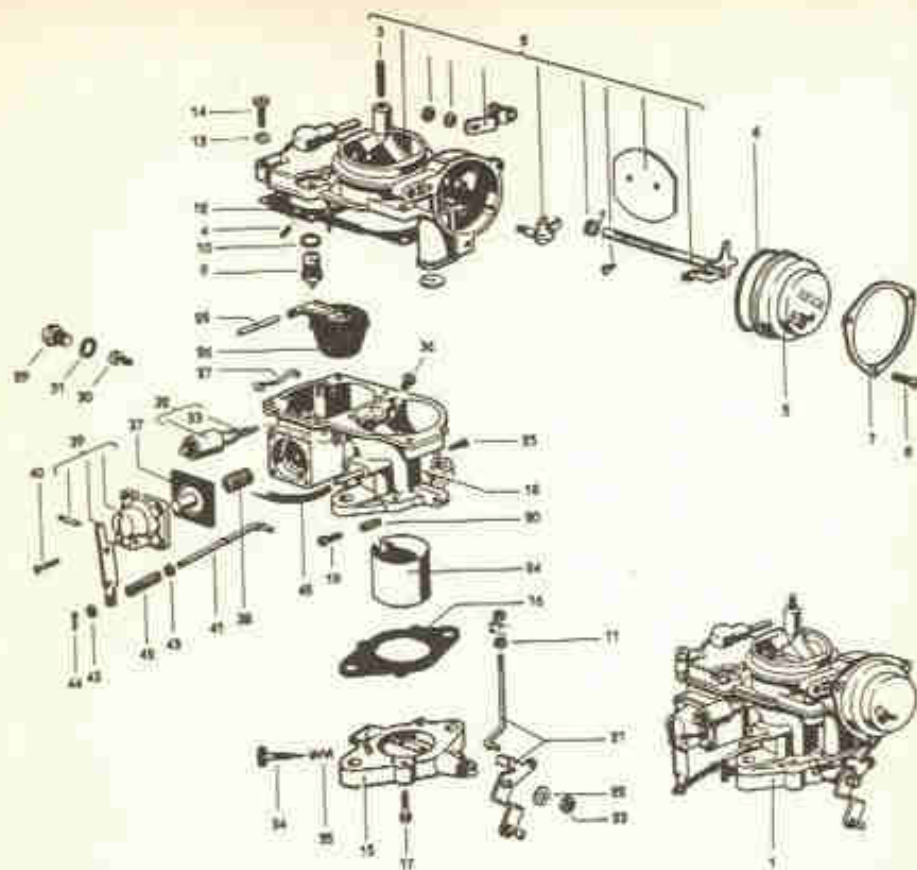

Fig. 11-V — Carburador tipo Solex 32 DPSIT inteiramente desmontado.
Carburadores. — Ambos são do tipo Solex 32 PDSIT e diferem apenas nos seguintes detalhes: o calibre de ar do pulverizador principal do carburador esquerdo (36, Fig. 11-V) tem a medida "155" e n.º de peça 311 129 435C e a mesma peça no carburador direito tem a medida "120" e n.º de peça 311 129 435AA. O calibre do pulverizador principal do carburador esquerdo tem a medida "130" e n.º de peça 311 129 405B e a mesma peça no carburador direito tem a medida "127" e n.º de peça 311 129 405C.
Abafador (afogador) automático. — Cada carburador é provido de um abafador automático do tipo convencional constituído de uma mola térmica (sensível ao calor), encerrada em uma câmara (2 e 5, Fig. 11-V)
2) — Destorce-se os parafusos de regulagem da aceleração, (34, Fig. 11-V) nos dois carburadores. Apertar em seguida os dois parafusos cuidadosamente, apenas o suficiente para que cada um se encoste no batente da alavanca de acionamento da borboleta (21, Fig. 11-V).